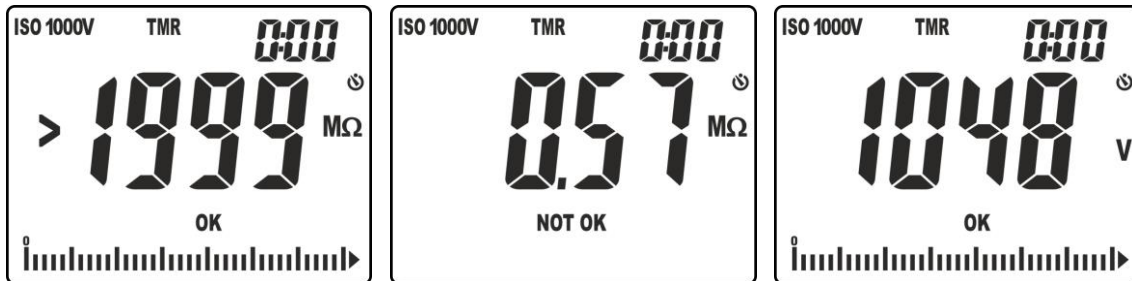

Abb. 21: Ergebnisse der Isolationsmessung in Betriebsmodus TMR
9. In der Abb. 21 – linke Seite wird am Ende der Messung der Wert des Isolationswiderstands (das Symbol ">1999" meldet einen Messwert außerhalb des Messbereiches) mit positivem Ergebnis "OK" angegeben (Wert höher als der eingestellte Grenzwert). In der Abb. 21 – Mittleres Bild wird am Ende der Messung der Wert des Isolationswiderstands mit negativem Ergebnis "NOT OK" angegeben (Wert niedriger als der eingestellte Grenzwert).